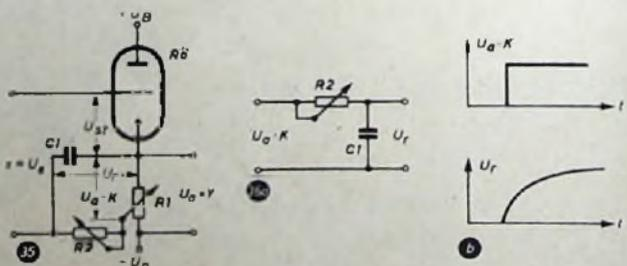

Abb. 35. PD-Regler mit verzögert wirkender Rückführung. Abb. 36. Schaltbild und Übergangsfunktion einer verzögert wirkenden Rückführung
Aus dem bisher besprochenen P-Regler ist sofort ein PD-Regler zu entwickeln, wenn statt der starren Rückführung eine verzögernd wirkende eingesetzt wird (Abb. 35). Die Schaltung der Rückführung zeigt Abb. 36a und ihre Übergangsfunktion Abb. 36b. Da sich nach (23) die rückgeführte Spannung von der Eingangsspannung abzieht und die Differenz die wirksame Steuerspannung der Röhre ist, kann die Übergangsfunktion des Reglers gewonnen werden, wenn man die Differenz grafisch bildet und um den Verstärkungsfaktor vergrößert zeichnet. Den Frequenzgang des Reglers erhält man aus (28). Die grafische Differenzbildung ist in Abb. 37a...d durchgeführt. Die in der Abb. 37d gezeigte Übergangsfunktion ist die Übergangsfunktion des PD-Reglers. Der D-Anteil wird durch die Spitze und der Proportionalanteil durch die bleibende Verstärkung dargestellt. Im ersten Moment erscheint das vollverstärkte Eingangssignal am Ausgang, da der Kondensator C_1 noch keine Ladung hat und somit keine Spannung die Eingangsspannung vermindert. Der Kondensator wird erst langsam über den Widerstand R_1 aufgeladen. Je mehr die Spannung
an C_1 wächst, um so kleiner wird die Ausgangsspannung U_a , da U_{r1} kleiner geworden ist. Wie schnell dieser Vorgang abläuft, hängt von R_1 und C_1 ab. Die Zeitkonstante der Rückführung wird als Vorhaltzeit $T_v = R_1 \cdot C_1$ bezeichnet. Diese Vorhaltzeit (D-Anteil) ist in der Schaltung Abb. 35 mit R_2 und der Proportionalanteil durch die Höhe der zurückgeführten Spannung, also mit R_1 , einstellbar.